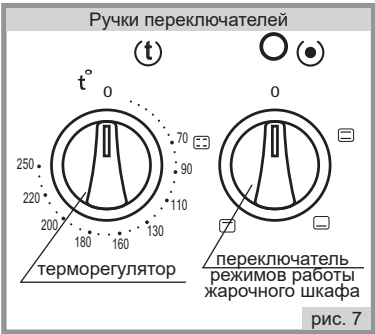

рис. 7
- Ручкой переключателя режимов (рис.7) установить нужный Вам режим работы жарочного шкафа, повернув ручку в любую сторону и установив ее на нужный значок. При этом над ручкой загорается красная сигнальная лампочка, что означает готовность жарочного шкафа к работе, но нагреватели при этом не включаются.